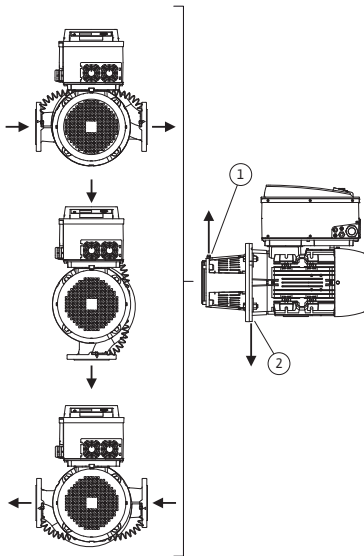
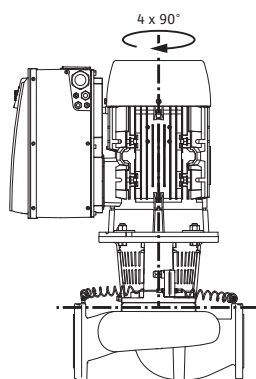

Fig. 18: Posições de instalação autorizadas com o veio do motor na horizontal
Fig. 19: Posições de instalação autorizadas com o veio do motor na vertical
As posições de instalação autorizadas com o veio do motor na horizontal e o módulo eletrónico virado para cima (0°) estão representadas na Fig. 18. Não estão representadas as posições de instalação autorizadas com módulo eletrónico montado lateralmente (+/- 90°). São autorizadas todas as posições de instalação exceto "Módulo eletrónico virado para baixo" (- 180°). A ventilação da bomba só pode ser garantida se a válvula de ventilação estiver virada para cima (Fig. 18, pos. 1).
Apenas esta posição (0°) permite que o condensado acumulado seja escoado por um orifício existente, lanterna da bomba ou motor (Fig. 18, pos. 2).
- A válvula de ventilação na lanterna (Fig. 6, pos. 1.31) tem de estar sempre virada para cima, com o veio do motor na horizontal (Fig. 6a: e Fig. 6b:). Com o veio do motor na vertical, qualquer orientação é admitida. Para isso, ver também Fig. 18: „Posições de instalação autorizadas com o veio do motor na horizontal“ na página 158 ou Fig. 19: „Posições de instalação autorizadas com o veio do motor na vertical“ na página 159.
- No caso do veio do motor horizontal, o furo para condensado deve estar virado para baixo (Fig. 18, pos.2). Se necessário, rodar o motor.